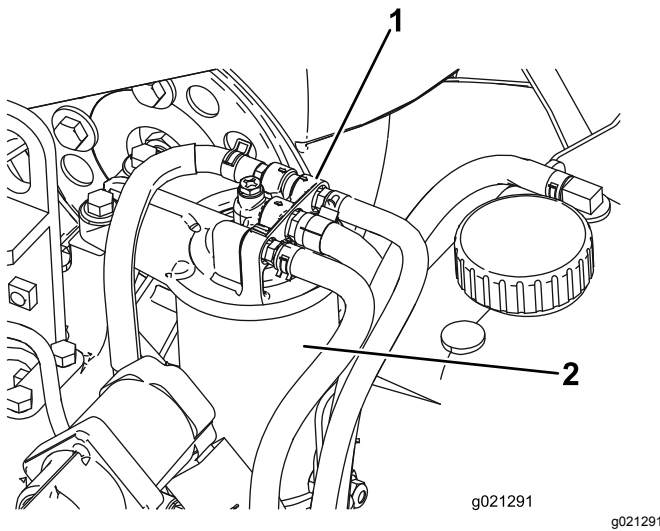

図 82
2. 燃料フィルタのヘッドの周囲をきれいに拭く 図 82。
- フィルタを外してフィルタヘッドの取り付け部をきれいに拭く 図 82。